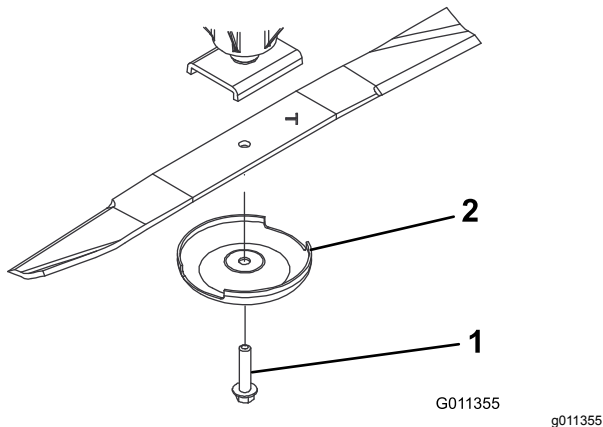

Figura 70
- Sujete el extremo de la cuchilla con un trapo o un guante con acolchado grueso y retire el perno de la cuchilla, el protector del césped y la cuchilla del eje (Figura 70).
- Instale la cuchilla con la vela hacia la carcasa de corte, con el protector de césped y el perno de la cuchilla (Figura 70).